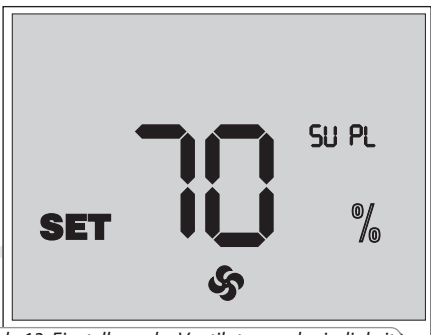

Abb. 13. Einstellung der Ventilatorgeschwindigkeit
■ Geschwindigkeitssteuerung des Zuluftventilators: die Taste  drücken und halten, dann die Taste  zur Geschwindigkeitserhöhung und die Taste  zur Geschwindigkeitsabsenkung drücken. Jede Betätigung der Taste  oder  erhöht oder vermindert die Ventilatorleistung um 1%. Drücken und halten Sie die Taste , um die aktuelle Geschwindigkeit des Zuluftventilators anzuzeigen, Abb. 13.